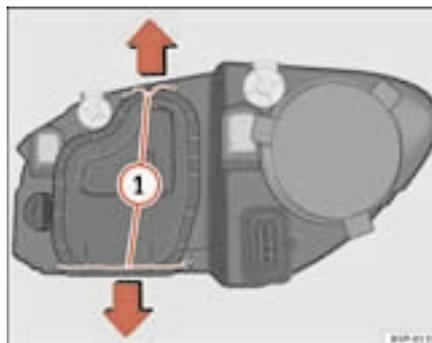

Fig. 179 Médios
- Desloque os tirantes ⇒ página 260, fig. 179 ① no sentido da seta e puxe a tampa.